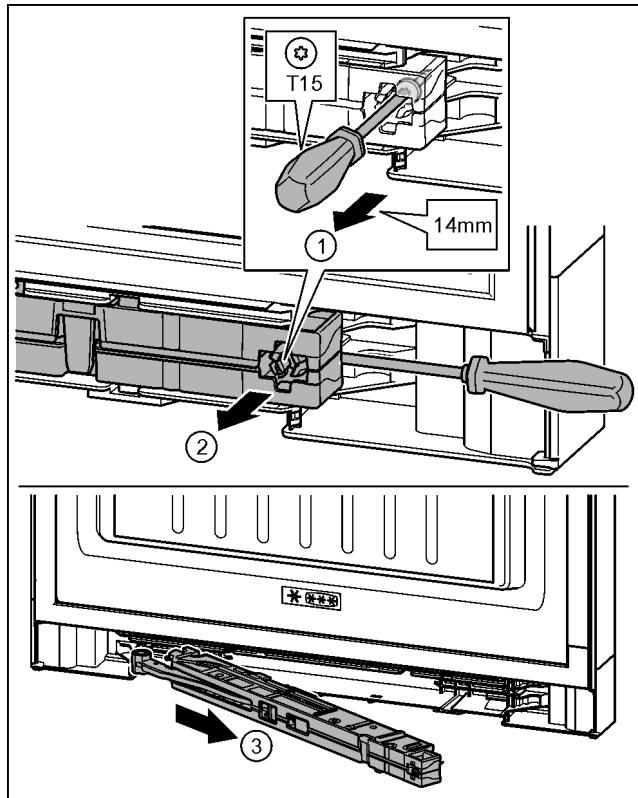

Fig. 21
- Schraube an Schließdämpfereinheit mit Schraubendreher T15 ca. 14 mm lösen. Fig. 21 (1)
- Mit Schraubendreher griffseitig hinter Schließdämpfereinheit fahren. Einheit nach vorn drehen. Fig. 21 (2)
- Einheit herausziehen. Fig. 21 (3)